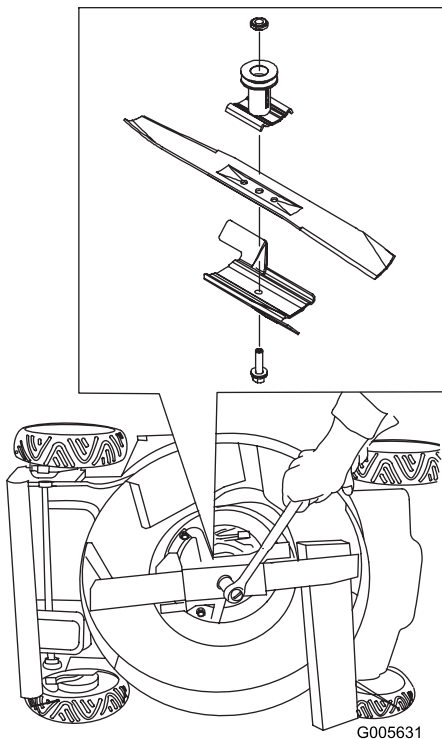

Figura 35
3. Utilice un bloque de madera para inmovilizar la cuchilla (Figura 35).
5. Instale la cuchilla nueva y todos los herrajes de montaje (Figura 35).